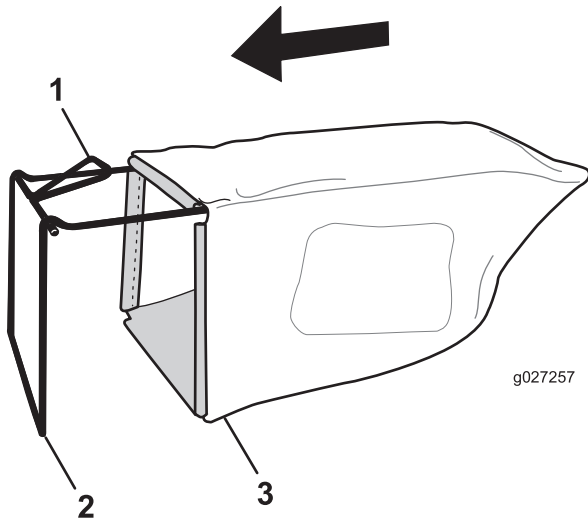

Figura 9
1. Coloque la bolsa de recogida sobre el bastidor, según se muestra en la Figura 9.
**Nota:** No coloque la bolsa sobre el manillar (Figura 9).